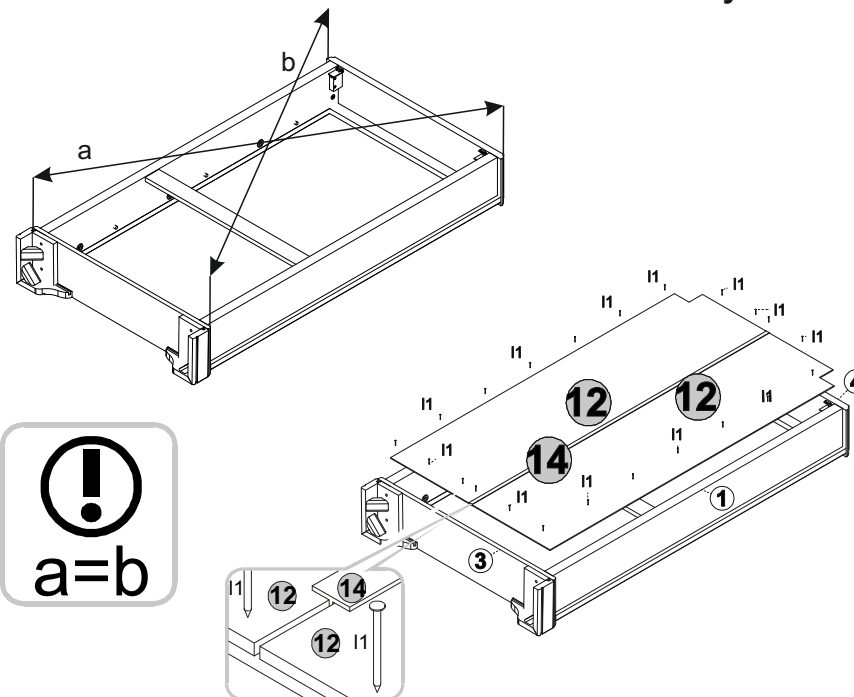

Рисунок 5
12. Положить корпус тумбы фасадными кромками вниз на ровную поверхность и выровнять его, измеряя рулеткой расстояние между противоположными углами по диагонали. Расстояния должны быть равными (см. рис. 5).
13. Соединить стенки задние **12** планкой соединительной **14**, а затем закрепить их на корпусе тумбы при помощи гвоздей **l1** с шагом **80-120 мм** (см. рис. 5).